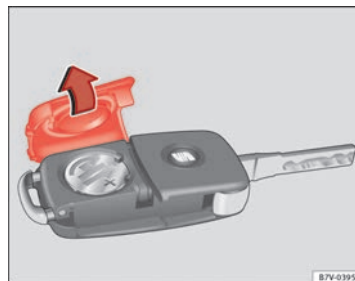

Fig. 44 Chiave del veicolo: copertura del vano della batteria.
La batteria si trova nella parte posteriore della chiave del veicolo, sotto un coperchio ⇒ **fig. 44**.
- Togliere il coperchio della parte posteriore della chiave del veicolo ⇒ **fig. 44** nel senso della freccia ⇒ **①**.
- Posizionare il coperchio della chiave del veicolo, premendolo come indicato ⇒ **fig. 44**, nel senso contrario alla freccia, fino a che si incastra.